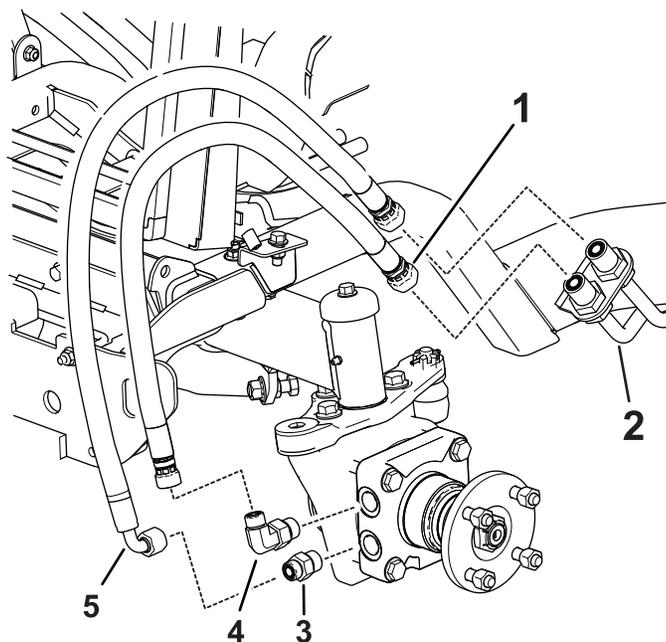

Рисунок 4
3. Установите новый прямой штуцер и новый прямоугольный штуцер на мотор-колесо (Рисунок 4).
6. Подсоедините шланг с прямыми штуцерами к прямоугольному штуцеру (Рисунок 4).
7. Подсоедините шланг с прямоугольным штуцером к прямому штуцеру (Рисунок 4).
16. Снимите колпачки по одному и подсоедините соответствующие шланги к гидравлическим трубкам, как показано на **Рисунок 4**.
17. Снимите оставшийся колпачок и подсоедините шланг к гидравлической трубке (**Рисунок 4**).